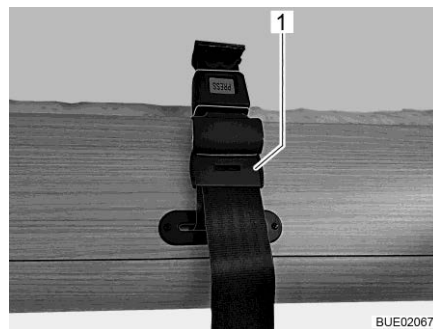
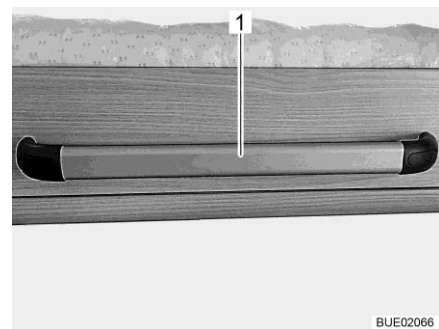

Fig. 136 Sangle de sécurité sur le lit escamotable
Fig. 137 Poignée sur le lit escamotable (Lyseo Time I)
- Lit escamotable avec sangles de sécurité : Détacher les sangles de sécurité (Fig. 136,1) et tirer le lit escamotable vers le bas par la poignée (Fig. 137,1).
- Lit escamotable avec sangles de sécurité : Pousser le lit escamotable vers le haut par la poignée (Fig. 137,1). Sécuriser le lit escamotable sur la droite et la gauche avec les deux sangles de sécurité (Fig. 136,1).